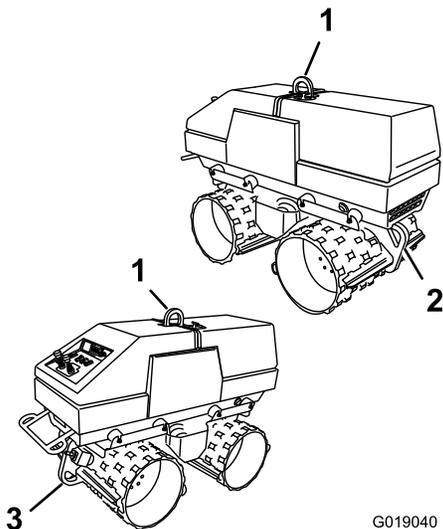

Figure 35
Levez la machine à l'aide des anneaux de levage (Figure 35) comme suit :
3. Accrochez les câbles de levage aux anneaux de levage de la machine (Figure 35) et soulevez la machine.